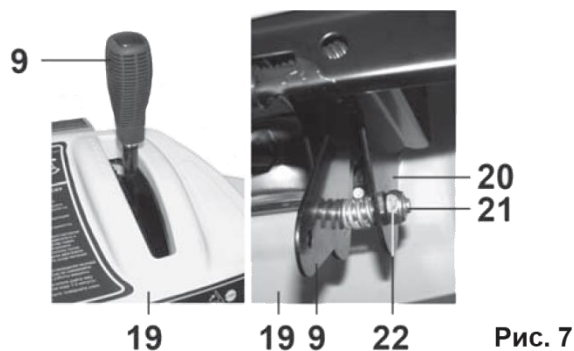

Рис. 7
6.2. Установка рычага переключения передач (Рис. 7).
- 6.2.3. Зафиксируйте на кронштейне (20) рычаг переключения передач (9) при помощи болта (21) и гайки (22), установив пружину, как показано на Рис. 7.